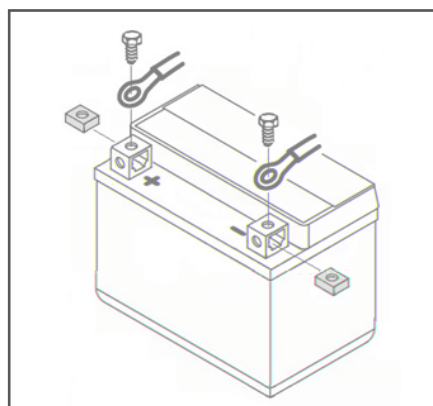

Рис. 8 Подключение аккумуляторной батареи
- подключить клеммы силовых проводов к выводам аккумуляторной батареи (Рис. 8).